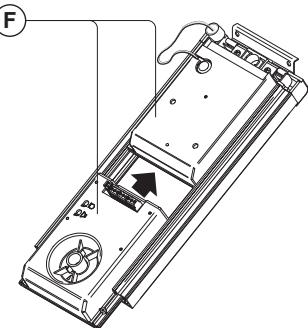

Fig. 6
6. Enfiler les modules (F) (**Fig. 6**) selon la disposition souhaitée ;